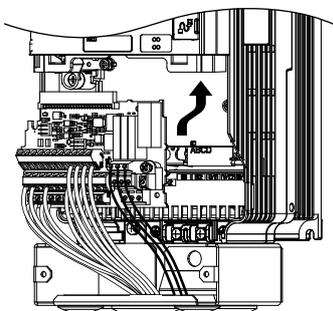

Figura 7.61 Instale la tarjeta de terminales
1. Después de conectar el circuito principal, conecte el bloque de terminales al variador, tal como observa en la Figura 7.61. Ajuste el bloque de terminales con el tornillo de instalación.